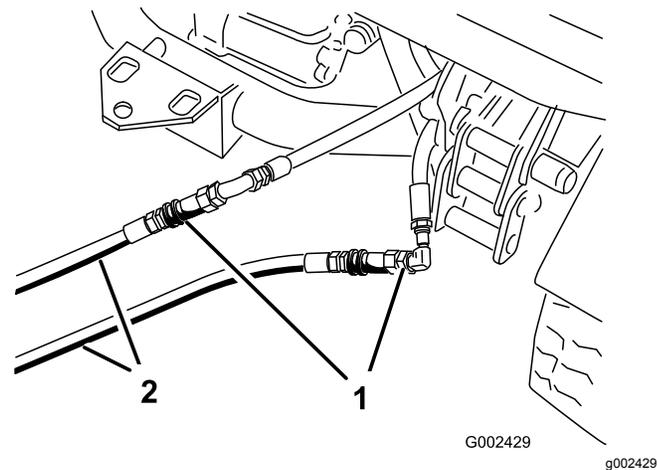

Bild 77
3. Schließen Sie an der defekten Maschine die beiden Überbrückungsschläuche an die Schläuche an, die abgeschlossen wurden (Bild 77).